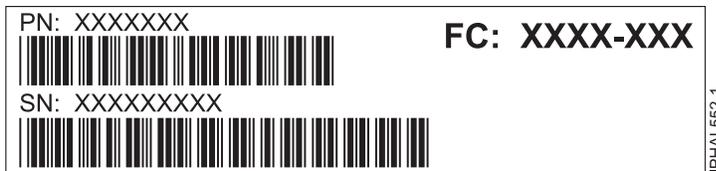

Figure 12. Exemple d'étiquette sur une unité centrale ou une unité d'extension
- b. Dans l'exemple, U787A.001.AAAXXX-P2-D3, U787A.001 représente le code dispositif (FC) tandis que la chaîne AAAXXX correspond aux sept derniers chiffres du numéro de séquence (SN ou SEQ) et P2-D3 à l'emplacement dans lequel vous installez l'unité de disque.
- c. Si vous ne parvenez pas à les trouver sur le panneau de commande, recherchez le code dispositif (FC) et le numéro de séquence (SN ou SEQ) sur l'étiquette collée à l'avant du système, du boîtier d'unité de disque ou d'une unité d'extension (voir la figure 12, à la page 13). Dans l'exemple U5074.001.AAAXXX-DB3-D32, vous installez une unité de disque ou une unité SSD dans l'unité d'extension de type 5074, modèle 001 et numéro de séquence AAAXXX, à la position DB3-D32.